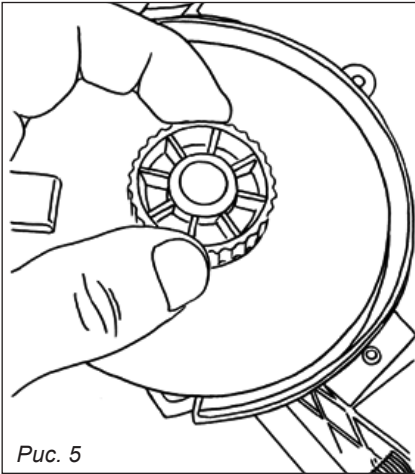

Рис. 5
3. Удерживая заточной диск рукой, открутите крепежную гайку, снимите заточной диск (рис. 5).